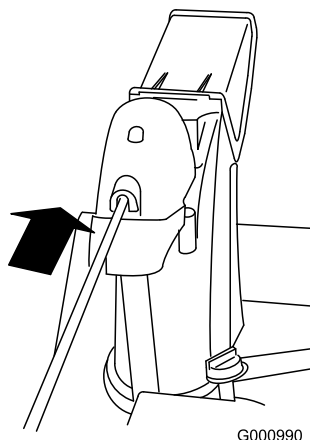

Рисунок 16
4. Вставьте передний конец штока в отверстие в задней части крышки редуктора желоба так, чтобы он вошел в контакт с редуктором (Рисунок 16).